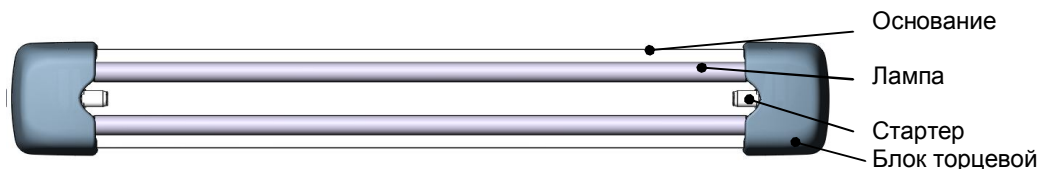

Рис.1
- 5.2. В каждом торцевом блоке установлены: электромагнитный пускорегулирующий аппарат (далее по тексту «ПРА»), 2 патрона электрических для установки и подключения ламп, стартер рис.1. В правом блоке установлена клеммная колодка для подключения жил кабеля питания, в том числе заземляющего провода стационарной проводки.
- Извлечь вышедший из строя стартер из стартеродержателя (рис.1).